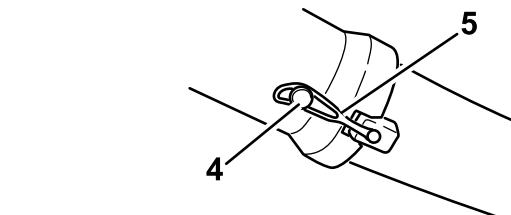

Bild 24
- Schieben Sie das gekrümmte Ende des Auswurfrohrs in die Öffnung in der Abdeckung des Heckfangsystems (Bild 24).
- Schieben Sie das breite Ende des Auswurfrohrs über das Ende des Auswurfkanals. Schieben Sie die Gummihalterung auf den Auswurfkanal, bis sie über dem Stift am Auswurfrohr einrastet, und der Auswurfkanal befestigt ist (Bild 24).